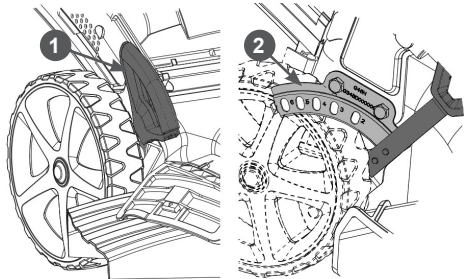

Рис. 18. Регулировка высоты скашивания
- А) выведите рычаг 1 регулировки из зацепления с пластиной 2 (Рис. 18);
- Б) переместите рычаг в требуемое положение и снова введите в зацепление рычаг 1 и пластину 2 (Рис. 18).